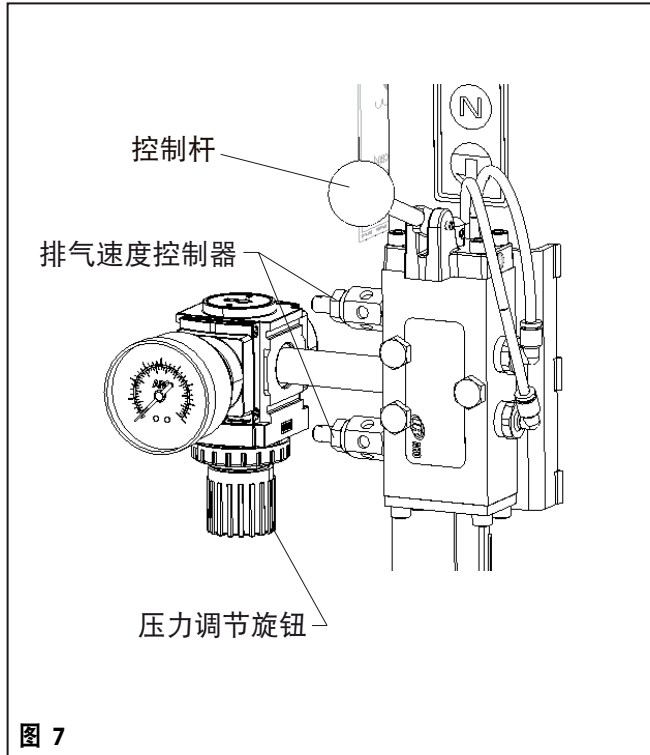

图 7
1. 如果没有使用气动辅助装置 (请参见图 7)，则拆除压油盘板孔塞，防止升起随动板时形成真空。